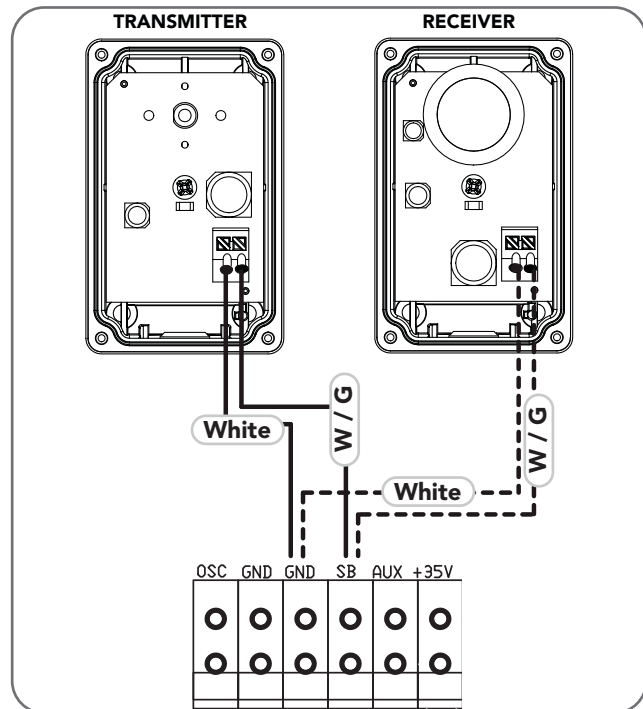

Fig.6.3.2
- Wire the PE Beams as per Wiring Diagram (Fig. 6.3.2).
WARNING: Connect the Safety Beam as per diagram in Fig 6.3.2. Tampering with the Safety Beam could result in serious personal injury and/or property damage and will void the warranty.
AVERTISSEMENT : Raccordez le faisceau de sécurité conformément au schéma Fig. 6.3.2. Saboter le faisceau de sécurité présente un risque de blessure corporelle grave et/ou de dommages matériels, et annule la garantie.